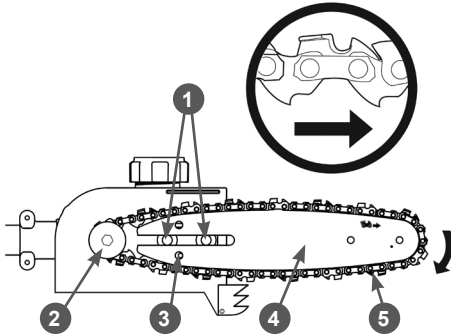

Рис. 11 Установка шины и цепи
- расположите редуктор и шину, как показано на Рис. 11;
- установите палец 3 натяжителя цепи в крайнее левое положение (Рис. 11);
- установите шину 4 на шпильки 1, палец 3 натяжителя при этом должен совпасть с отверстием в шине (Рис. 11);
- установите пильную цепь 5 на ведущую звездочку 2 и направляющую шину 4 (Рис. 11) таким образом, чтобы зубья цепи своими режущими кромками были расположены вперед по ходу движения цепи, т.е. по часовой стрелке;